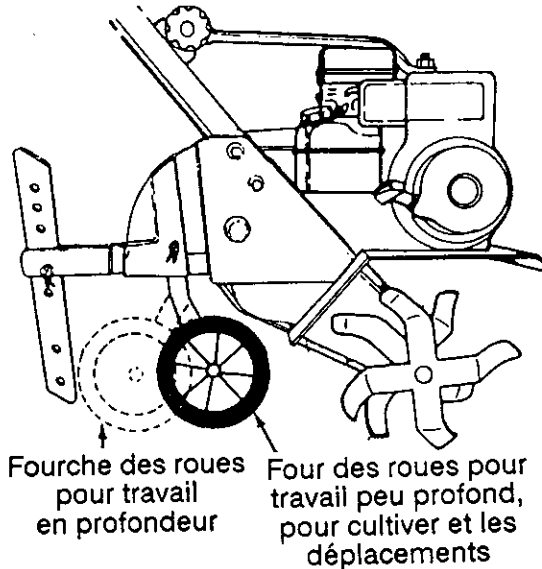

FIGURE 8
- Réglage de la fourche des roues:** Placez la fourche des roues de façon que les roues se trouvent plus en avant (le plus près possible des dents) pour un travail en surface, pour cultiver et les déplacements. Ceci permet également d'augmenter la vitesse de déplacement. Retournez la fourche (éloignez-la des roues et des dents pour travailler plus en profondeur). La vitesse diminue. Voir la figure 8.